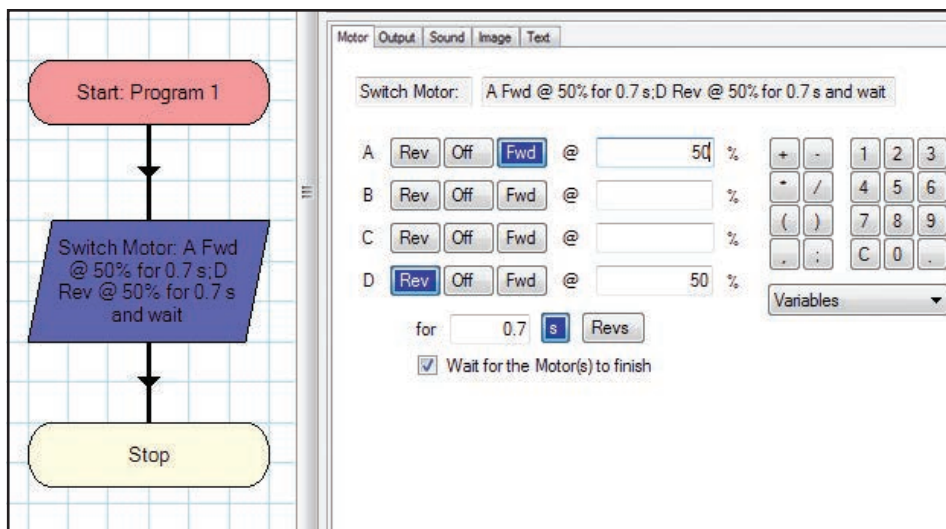

Figure 5 : Virage pivot à droite
- **Virage pivot à droite** – Le moteur de droite tourne en sens opposé de celui de gauche, cela fait pivoter le modèle sur place en tournant à droite (Voir Figure 5).